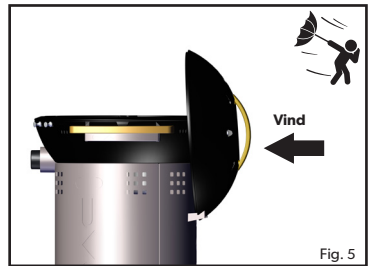

Fig. 5
- BEMÆRK!** Hvis du bruger apparatet på steder hvor det blæser meget, skal låget anvendes som afskærmning og anbringes i positionen der er vist på fig. 5.